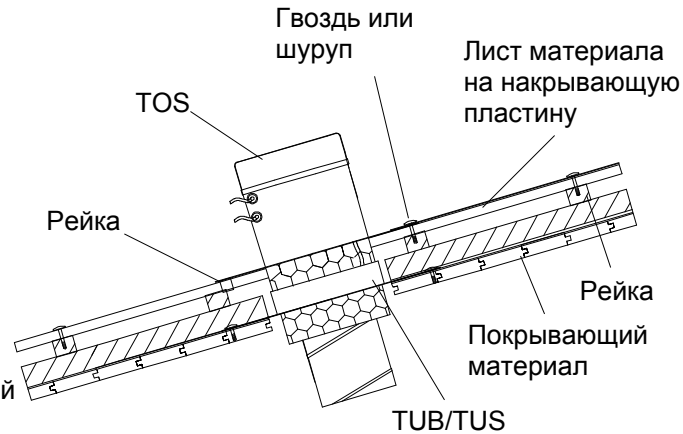

Рис. 7
2. Прикрепите накрывающую пластину TOS к кровельному материалу или планке с помощью гвоздей или шурупов (см. Рис.7)